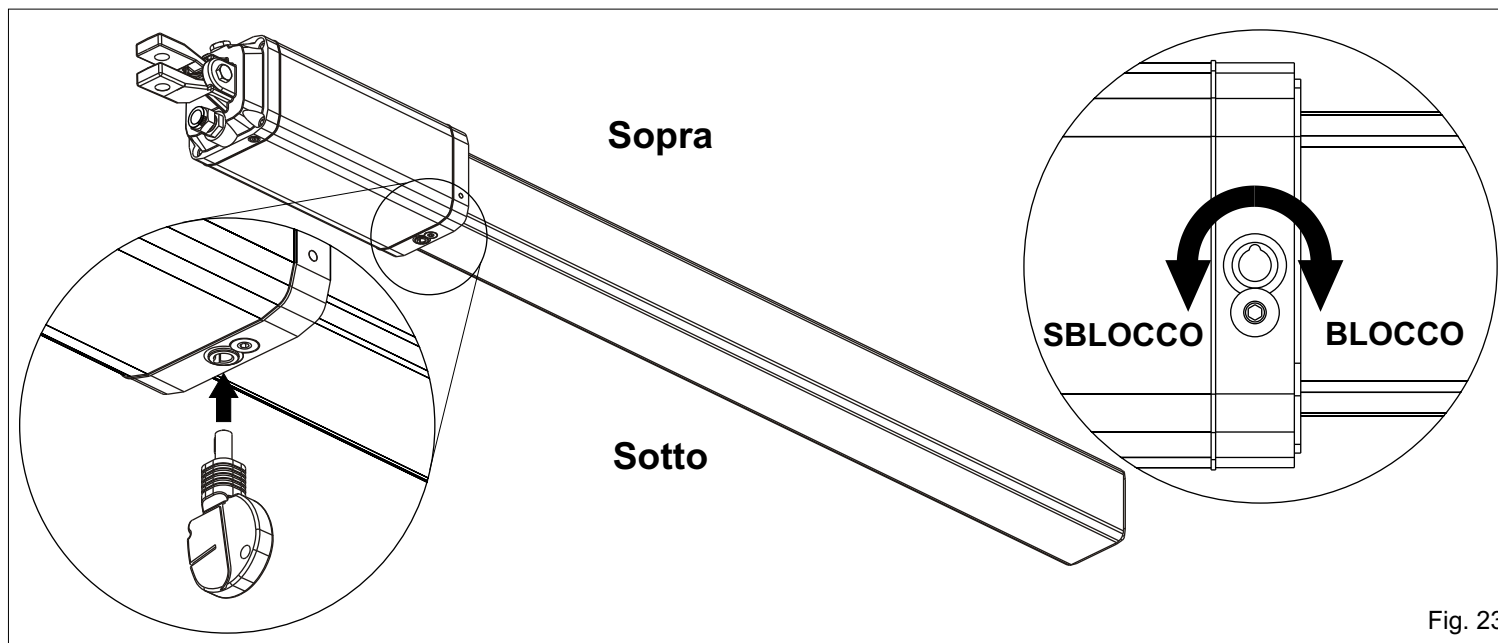

Fig. 23
- 1) Sbloccare l'operatore (come in Fig. 23 di pag. 11)
- Sbloccare l'unità (come in Fig. 23 di pagina 10)